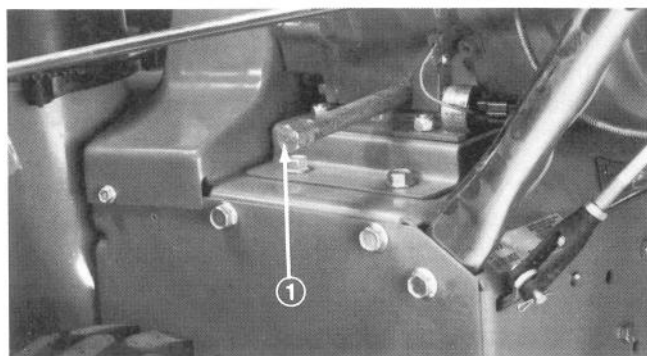

Figure 29
3. Nettoyez le tour du bouchon de vidange. Ensuite, glissez le bac de vidange sous le tube de vidange, puis enlevez le bouchon (Fig. 29).